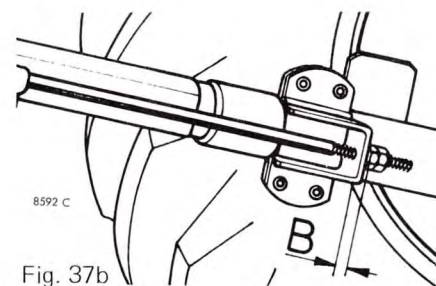

Fig. 37b
4. Kontroller at afstanden B er 3 mm, se fig. 37b.